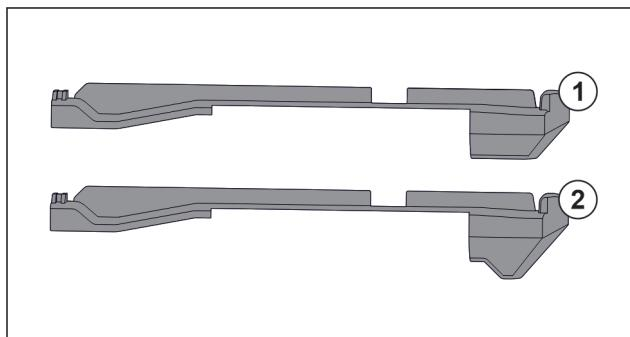

Fig. 147 Usporedba natičnih dijelova
U uređaju se nalaze dva različita natična dijela. Natični dio iznad najdonje ladice Fig. 147 (2) ima trokutasti rub. Svi drugi natični dijelovi Fig. 147 (1) imaju ravan rub.
- Postavite natični dio Fig. 147 (2) s trokutastim rubom iznad najdonje ladice.
- Postavite natični dio Fig. 147 (1) s ravnim rubom na svim drugim stranama.